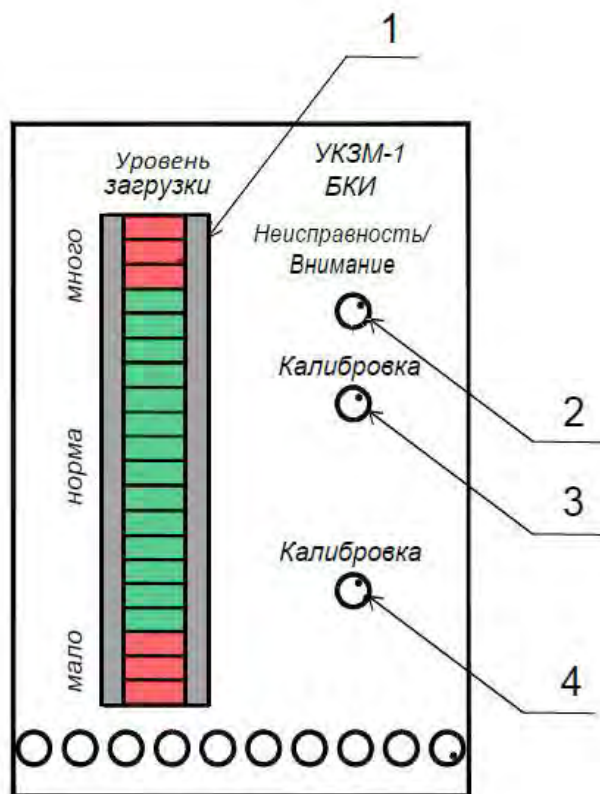

Рисунок 1.
3.4 Органы управления изделием изображены на рис.1.